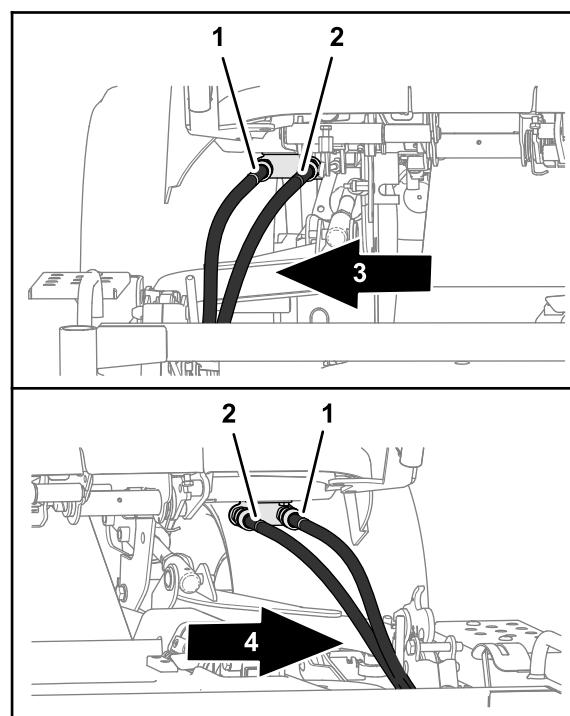

Figura 114
4. Desligue os tubos hidráulicos de cada lado da unidade de tração (Figura 114).
- A. Ligue o tubo hidráulico assinalado com um identificador azul ao acoplador de engate rápido interno (assinalado com um identificador azul); consulte Figura 114 em Remoção da plataforma do cortador \(página 76\).
- B. Ligue o tubo hidráulico assinalado com um identificador vermelho ao acoplador de engate rápido interno (assinalado com um identificador vermelho); consulte Figura 114 em Remoção da plataforma do cortador \(página 76\).